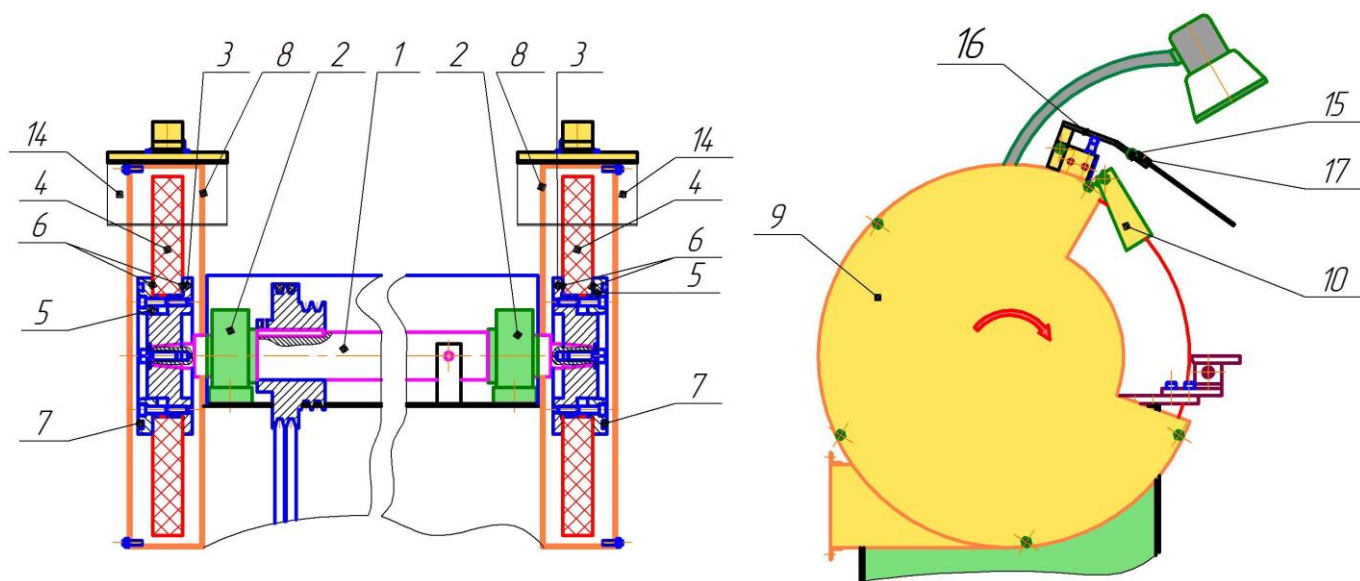
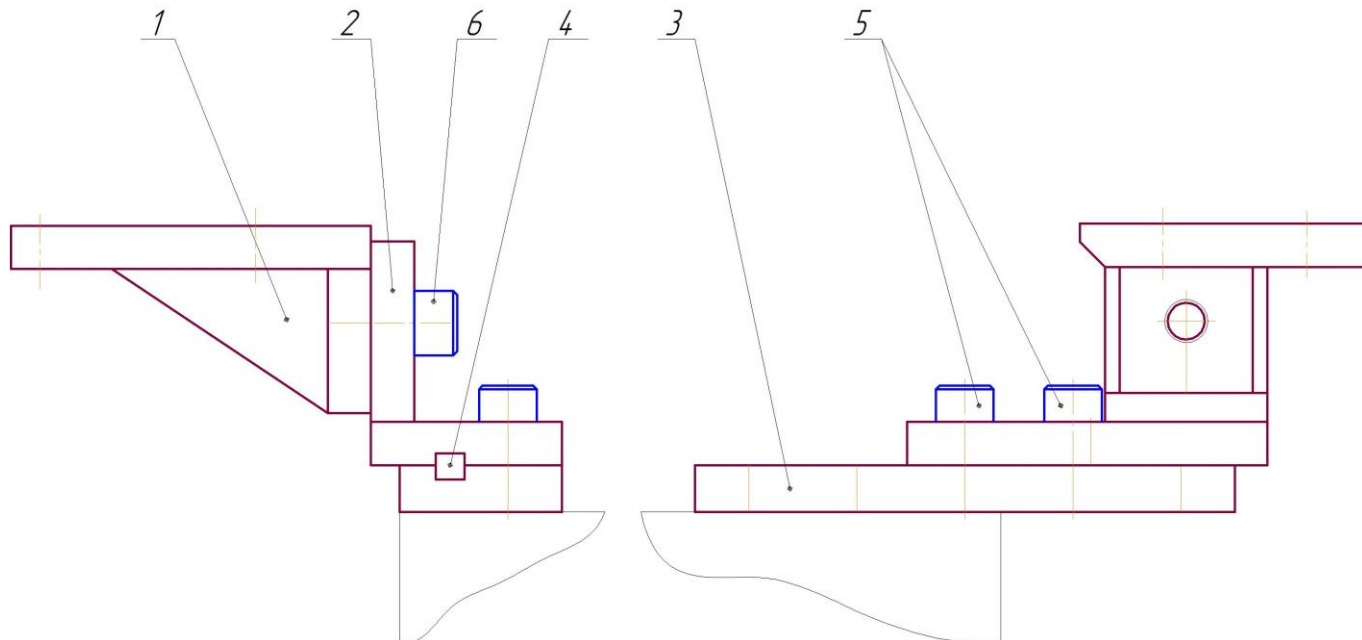

Рисунок 3 Головка заточная.
Рисунок 4 Подручник левый.
Головка заточная (рисунок 3).
Для правки абразивного круга применяется приспособление изображённое на рис. 4. Оно крепится на опоре (1) рис. 3 болтами 2 к плите (1). Правка абразивного круга осуществляется ручным перемещением корпуса (5), закреплённого на опоре (4) по направляющим (3). Тонкая подводка алмазного карандаша (7), закреплённым во втулке (6), происходит при вращении винта (8). Для равномерности перемещения карандаша (7) на ручке винта (8) сделаны углубления, в которые пружиной (9) прижимается шарик (10). При вращении винта происходит щелчок,
Для смены круга на станке необходимо снять крышку кожуха, отвернуть винты крепящие фланцы поз.7,8 (рисунок 3) снять круг. Новый круг установить в обратном порядке.